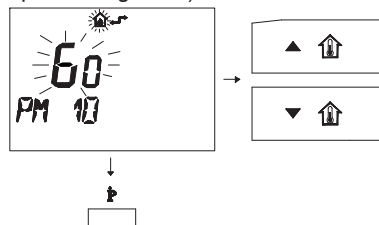

Fig. 5.65
- Para modificar el punto de consigna programado use los botones o y espere a que el número programado comience a parpadear (Fig. 5.65).